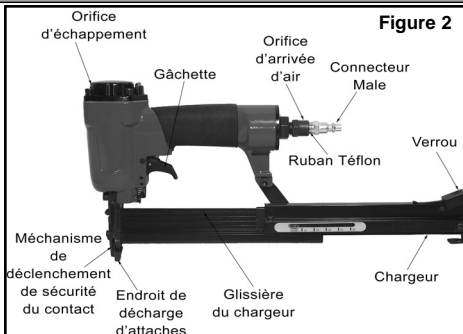

Figure 2
- Installez un connecteur mâle de 6,3 mm (1/4 po) NPT (non inclus) dans l'orifice d'arrivée d'air de l'outil (voir figure 2). **Remarque : utilisez du ruban Téflon® sur toutes les connexions filetés.**